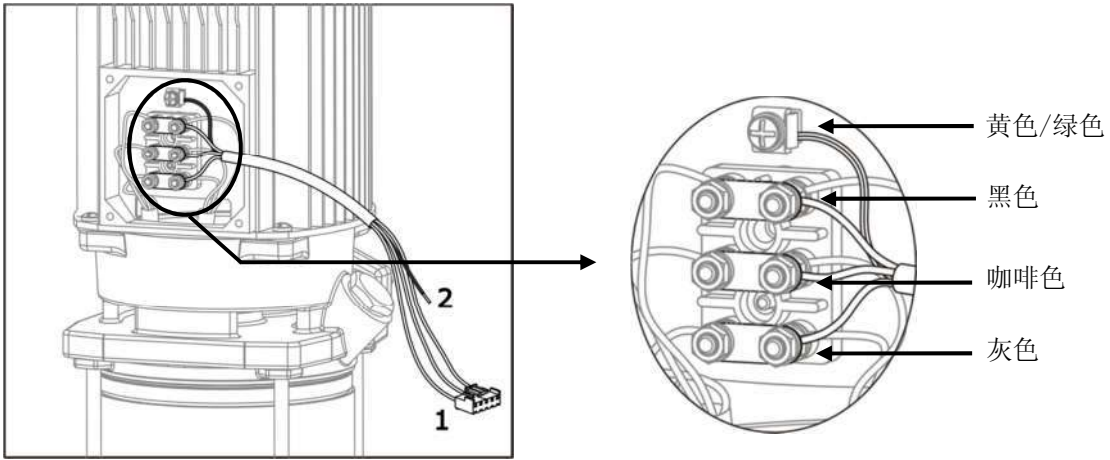

图 1
3.2.1) Speedrive 与单相输入连接 (图 1)：